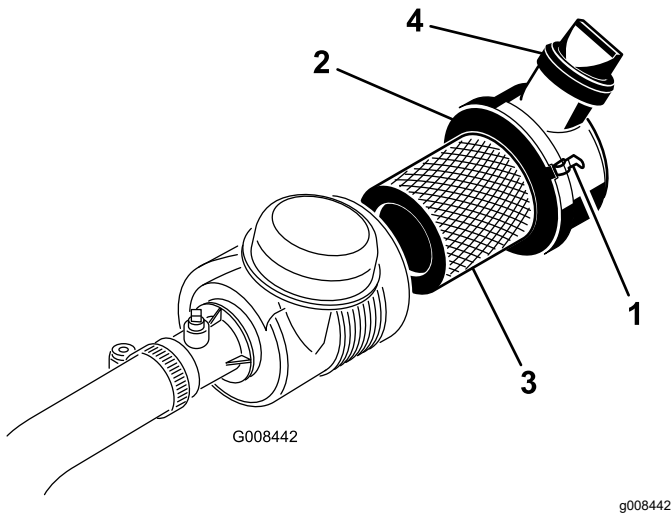

图 30
1. 松开将空气滤清器盖固定到空气滤清器壳体上的门闩 图 30。
7. 确保门闩将盖子固定到壳体上 图 30。